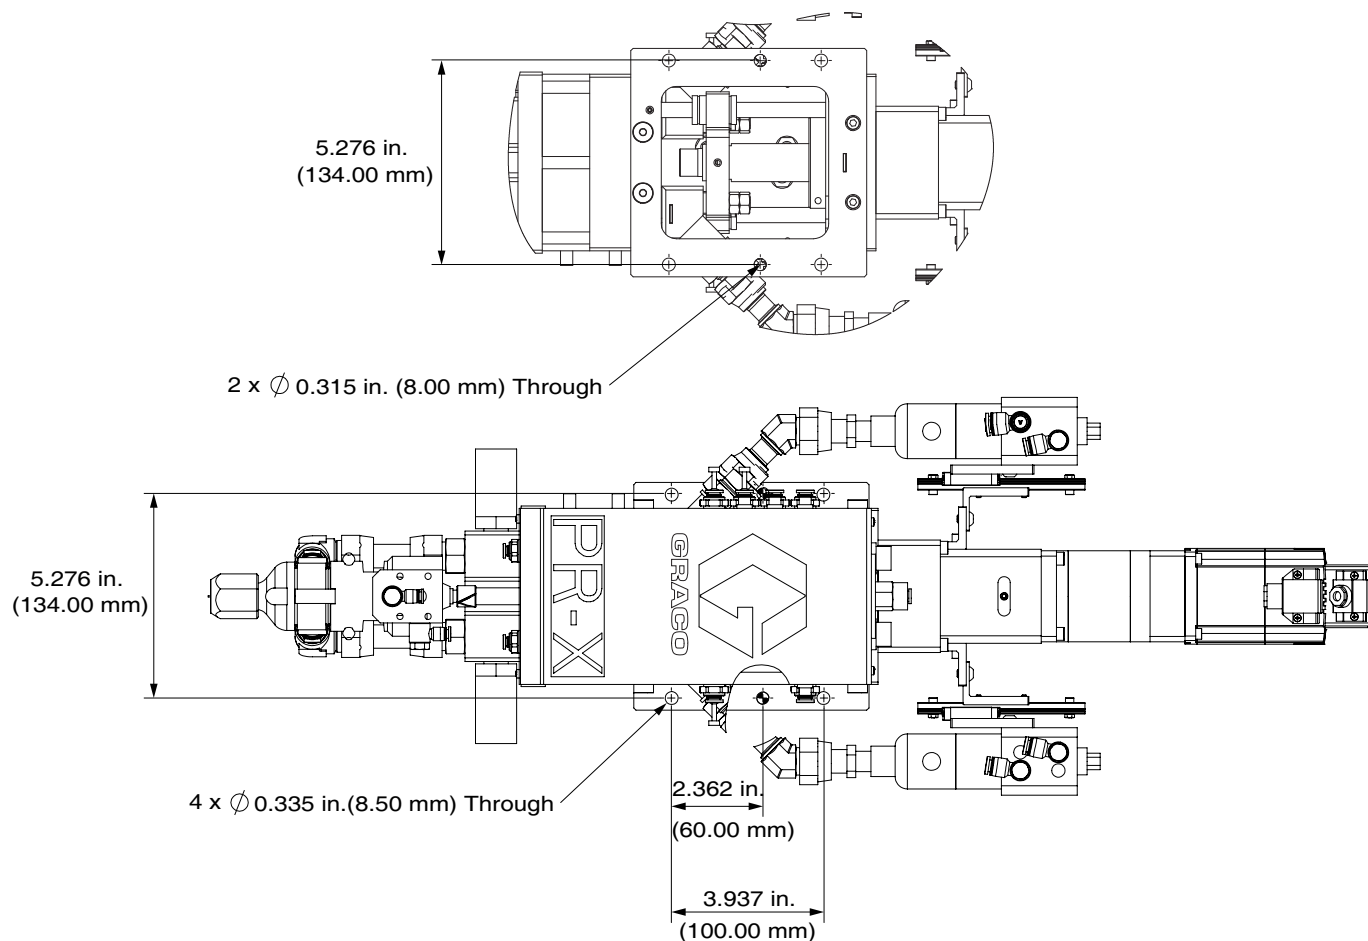

図 4: PR-X 機器の設置のための取り付け穴の寸法
1. PR-X 機器 (H) はカスタマーロボット (M) に直接取り付けるか、モーションテーブルまたはテーブルトップに遠隔で取り付けることができます。選定した場所に圧縮空気および AC 電源があることを確認してください。
2. PR-X 機器 (H) を選定した場所に置いてください。
3. 4 つの取り付け用穴に固定具 (PR-X 機器では提供されません) を設置することにより、PR-X 下部プレート (AJ) を選択された場所に取り付けてください。2 つの配置ピンの穴もあります。取り付け穴の寸法については、図 4 を参照してください。